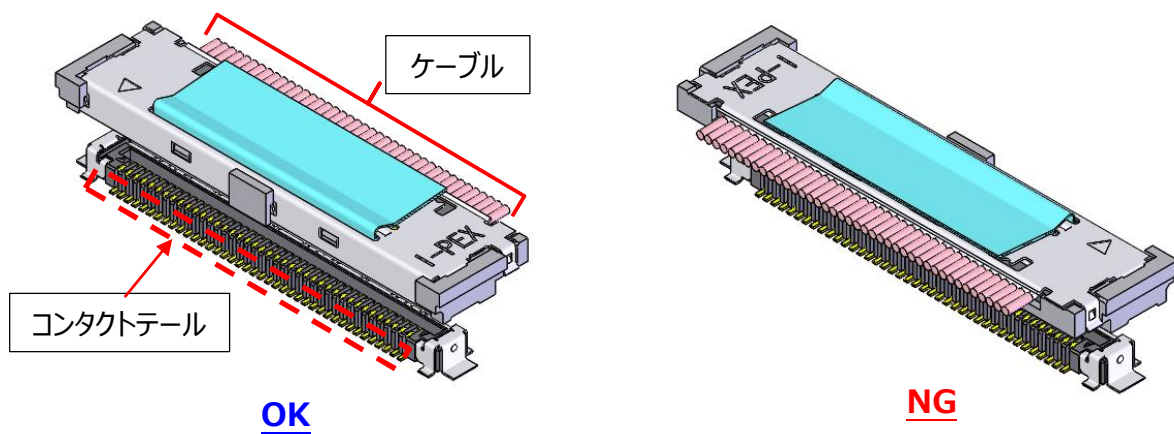

図2
- 1-1 図2の様に、ケーブルとコンタクトテールが反対方向となるようにします。